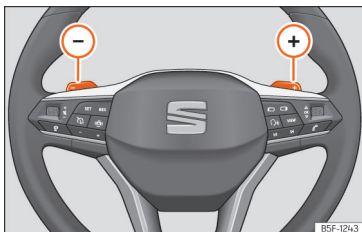

Fig. 100 Volanul: manete pentru cutia de viteze automată
- Apăsăți padela de cuplare trepte (+) pentru a trece într-o treaptă superioară »» fig. 100.